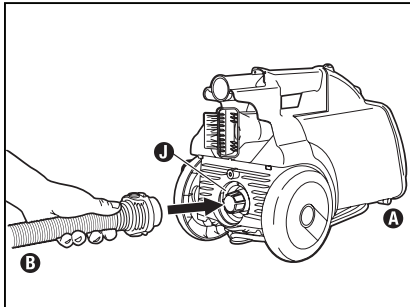

Fig. 9
**Étape 2:** Détachez le tuyau (B) de l'avant du traîneau (A) et fixez-le à l'orifice de refoulement (J) à l'arrière du traîneau (Fig. 9).